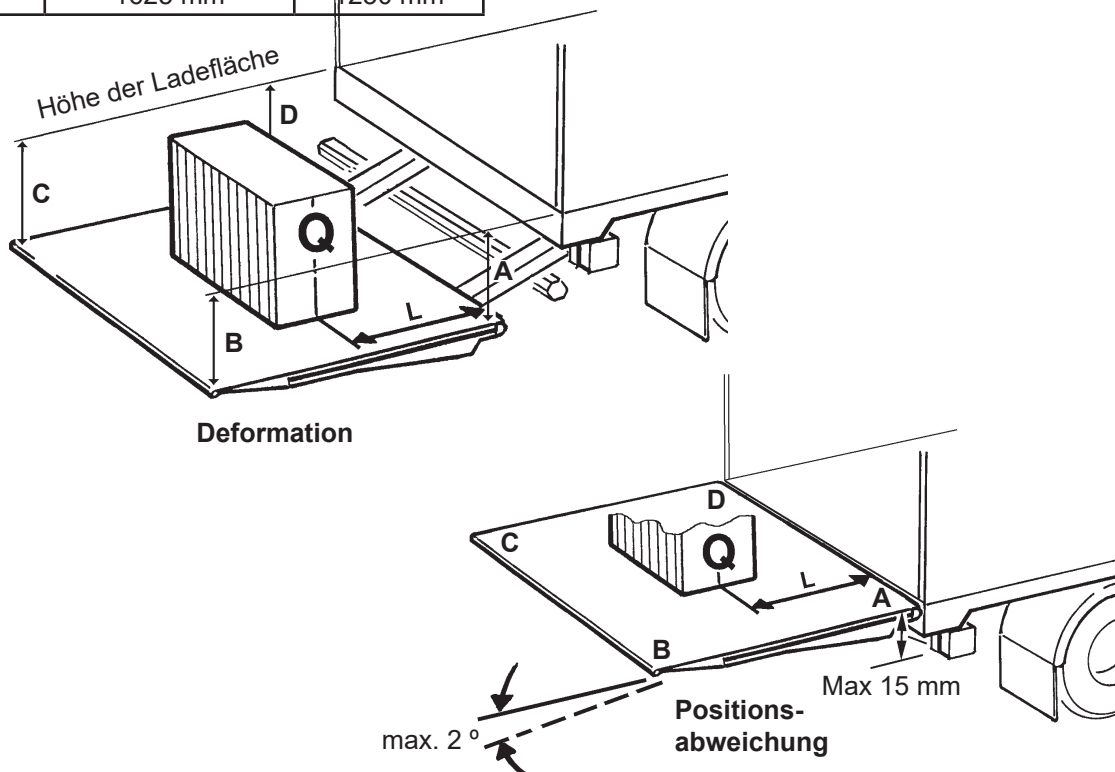

Abbildung 103. Prüfung und Abnahme
- Platzieren Sie die Ladebordwand auf halber Höhe zur Bordwand und in horizontaler Lage. Messen und vergleichen Sie die Maße A-B-C-D gem. Abbildung Abbildung 103.